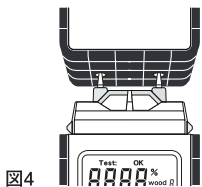

図4
"Test:"で本器の動作チェックを行います。表示部②に"Test:"が表示されている時に保護ケースの上部に2つの穴があるので図4のようにセンサー部をこれに接触させます。"Test:ok"の表示がでたら測定が可能になります。もし"Test:ok"の表示がでない場合は、センサー部をきれいにふきとり再度ためしてください。測定する対象物にレンジを切替えてからセンサー部を被測定対象にかくるく突きさして表示部②の測定値が安定したところで数値を読み取ります。
- (3)電源がOFFの状態では⓪ボタン⑤を2秒以上長押しすると"セットモード"に入ります。